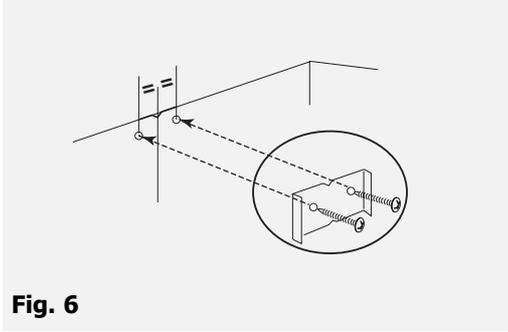

Fig. 6
- Fixez contre le mur, en appui sur le plafond, le support de cheminée métallique (fig. 6).